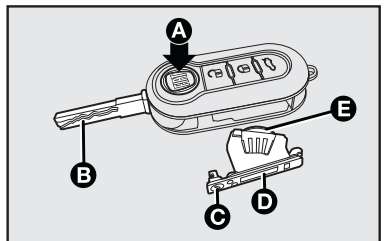

fig. 5
- apertar o botão **A**-fig. 5 e colocar o encaixe metálico (**B**) na posição de abertura;